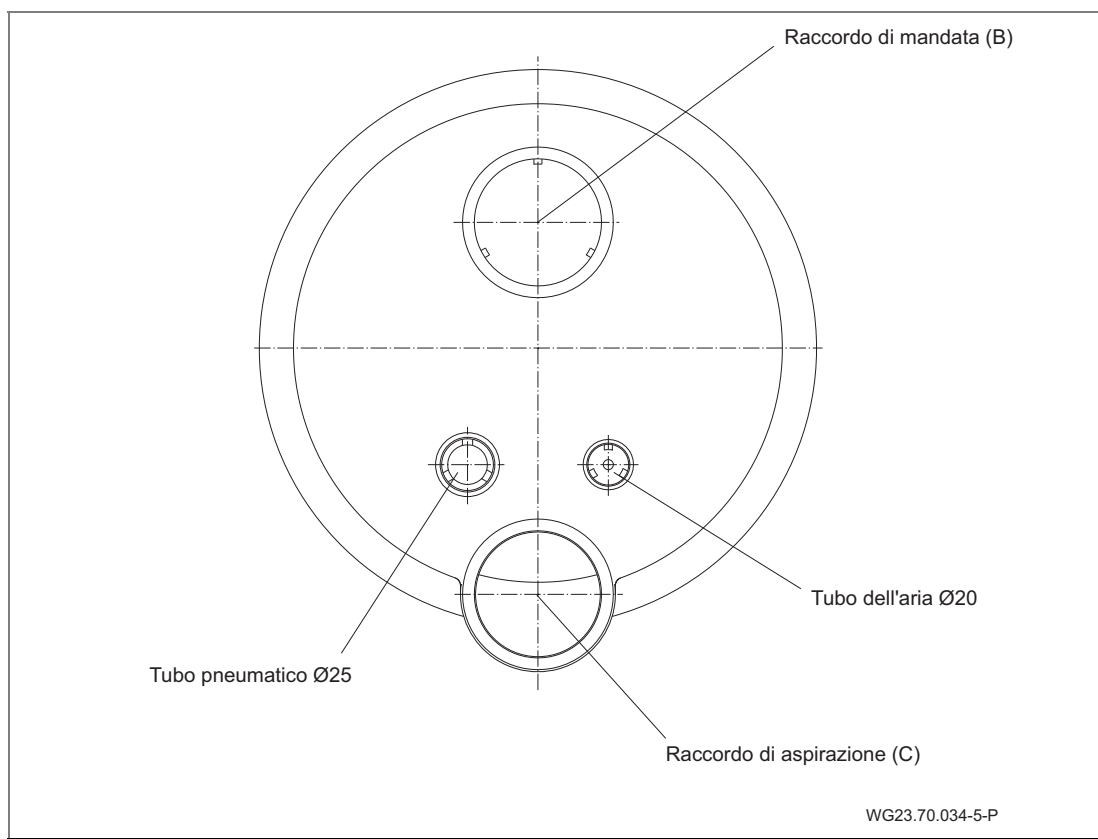

Fig. 15
1. Incollaggio della guaina di protezione cavi e del tubo flessibile convogliatore dell'aria. (Fig. 15)